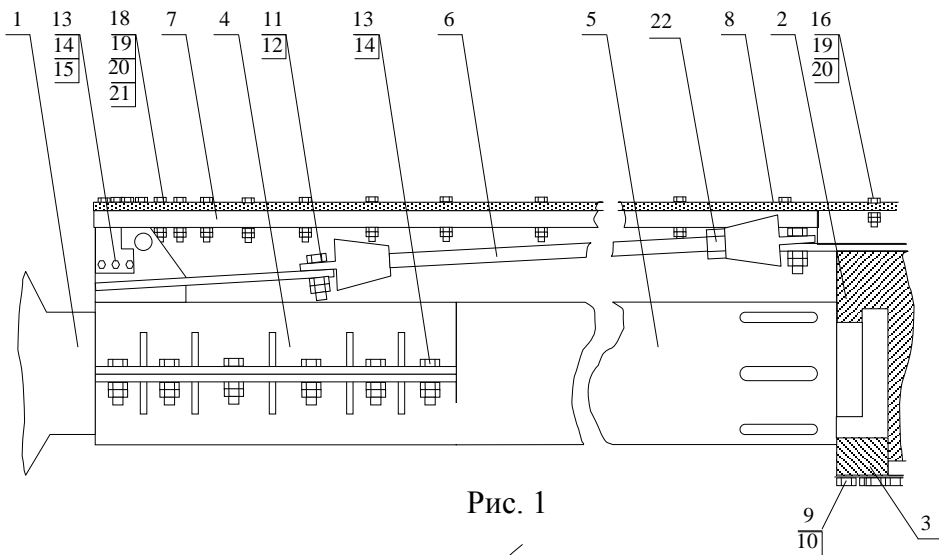
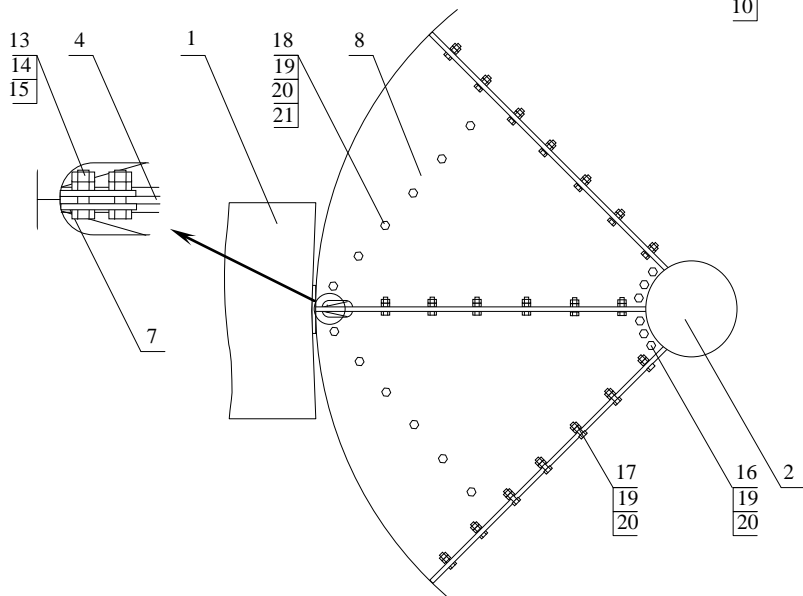

Рис. 1
Рис. 2
3.1 Монтаж рабочего колеса проводится в соответствии с рис. 1 и рис. 2. Номера позиций на рисунках соответствуют указанным в разделе 2 «Комплектность».